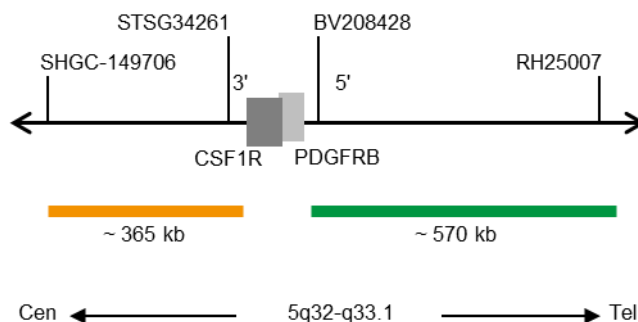

Fig. 1: SPEC CSF1R Mapa da sonda (sem escala)
- Polinucleótidos (~10.0 ng/μl) com marcação ZyGreen (excitação 503 nm/emissão 528 nm), dirigidos ao mapeamento de sequências alvo em 5q32-q33.1* (chr5:149,548,518-150,118,449) distais ao ponto de quebra do gene CSF1R (ver Fig. 1).
- Polinucleótidos (~4.5 ng/μl) com marcação ZyOrange (excitação 547 nm/emissão 572 nm), dirigidos ao mapeamento de sequências alvo em 5q32* (chr5:149,058,515-149,421,081) proximais ao ponto de quebra do gene CSF1R (ver Fig. 1).